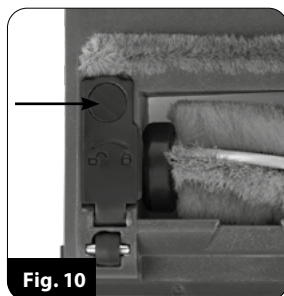

Fig. 10
4. Maak de roterende rol van de elektrische borstel regelmatig schoon. De rol kan na het ontgrendelen van de vergrendeling in het onderste deel van de elektrische borstel worden gemonteerd, zoals met de pijl in fig. 10 is gemarkeerd. Plaats de rol na het reinigen ervan terug in de elektrische borstels en vergrendel het slot terug.